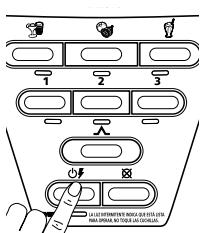

Fig. 19
- Pressione a tecla (Fig. 19) para ligar o aparelho. A luz de força piscará indicando que o liquidificador está pronto para ser usado.
- Pressione o botão (Fig. 19) para desligar o aparelho.